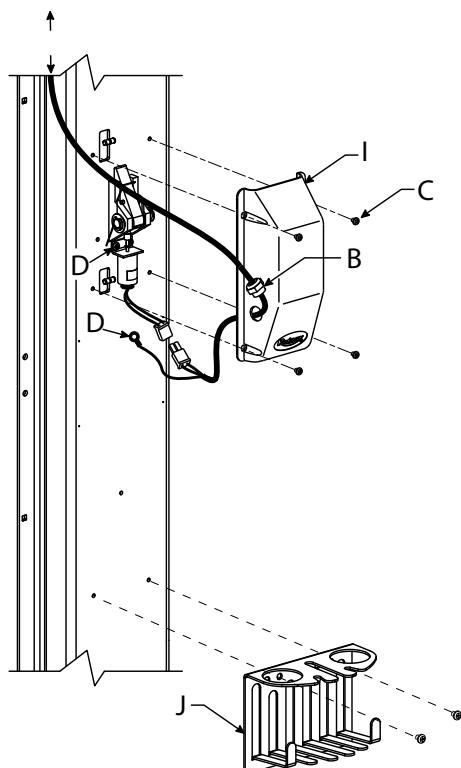
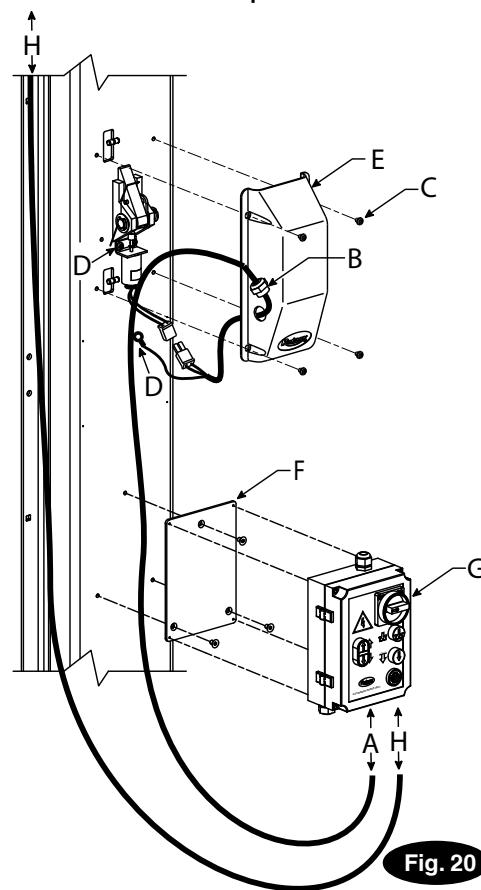

Fig. 19
Fig. 20
A) Retire la cubierta de la polea, Fig. 19.
Instale las cubiertas del pestillo, el portaherramientas y la caja de control, Fig. 19 y 20.
Fig. 19 y Fig. 20 Detalle